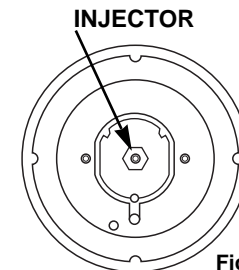

Fig. 6
- introduzir uma chave hexagonal para tubos (7 mm) no suporte do queimador (fig. 6).